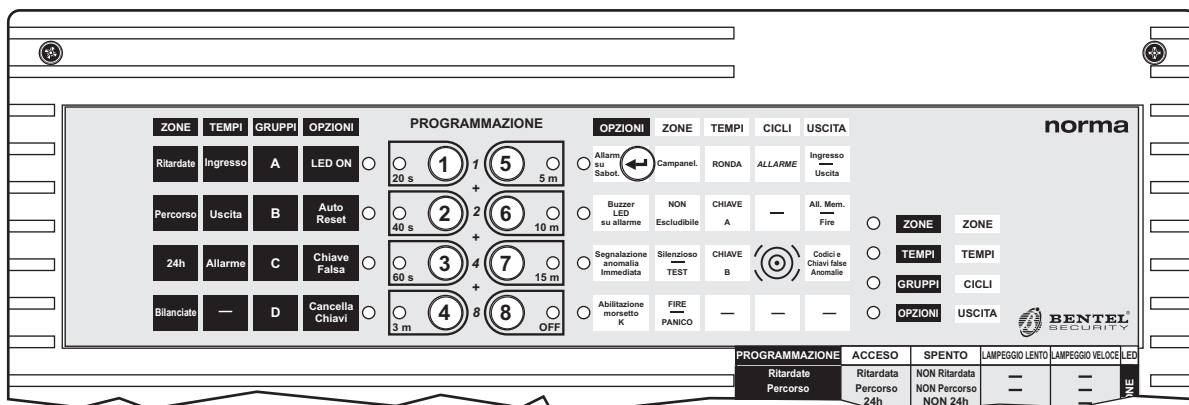

Figura 15 Stralcio Pannello frontale con la mascherina di programmazione applicata (vedi pag. 39).
*Per uscire dalla fase di programmazione, premere a lungo il tasto ENTER per memorizzare le programmazioni fatte (finché non si accendano tutti i LED della centrale) (vedi Figura 15 Mascherina di Programmazione), la centrale ritorna nello stato di riposo.*